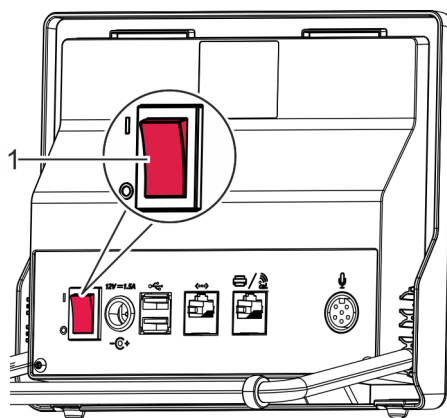

Abb. 13: Watch Expert einschalten
- ➔ Watch Expert mit dem Schalter [I/O] (Abb. 13/1) in Stellung [I] schalten.